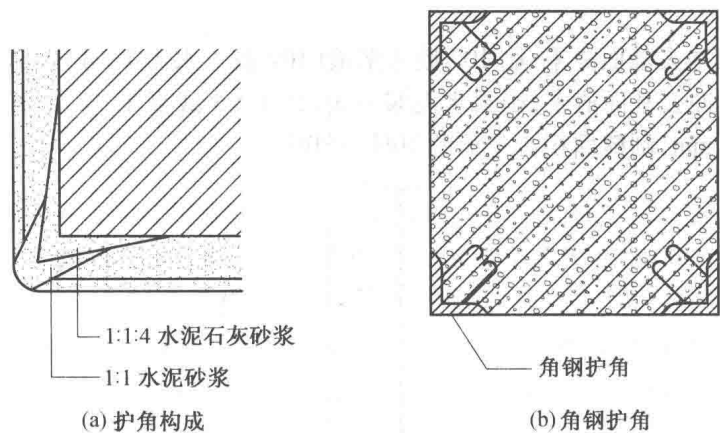

图 1.1 墙和柱的护角
(1)墙和柱的护角。一般在抹灰前首先在内墙阳角、门洞转角及柱子四角等处,用强度比较高的 1 : 2 水泥砂浆抹出护角或预埋角钢做护角,墙和柱的护角如图 1.1 所示。护角高度由地面起,为 1.5 ~ 2 m,然后再做底层及面层抹灰。